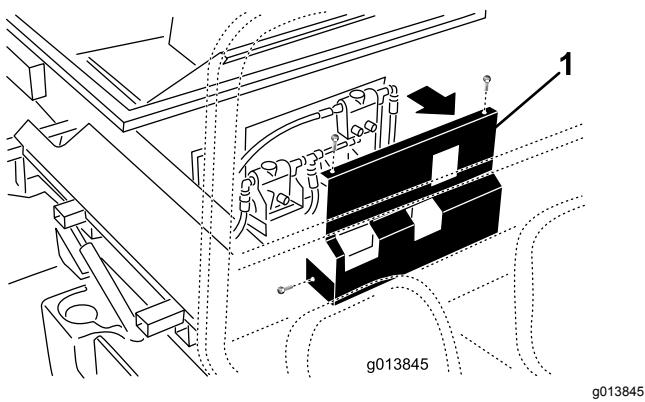

Figura 13
39. Apenas na versão SH, no modelo 44701, retire as fixações que prendem a tampa à parte da frente do ProPass e guarde a tampa (Figura 13).